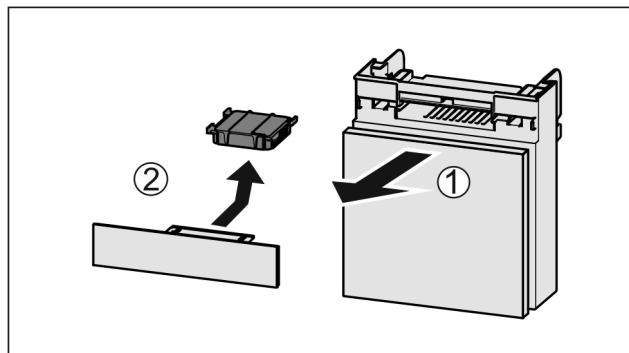

Fig. 118
- ▶ Вытянуть Fig. 118 (1) отделение движением вперед.
- ▶ Извлечение Fig. 118 (2) фильтра с активированным углем.